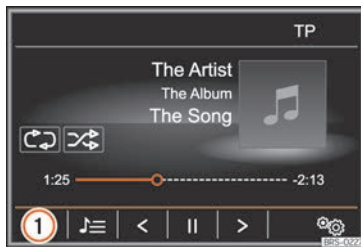

Fig. 205 Menú principal MEDIA.
- En el menú principal *Media* pulse el botón de función **(FUENTE)**  **fig. 205** y seleccione la fuente Media deseada.